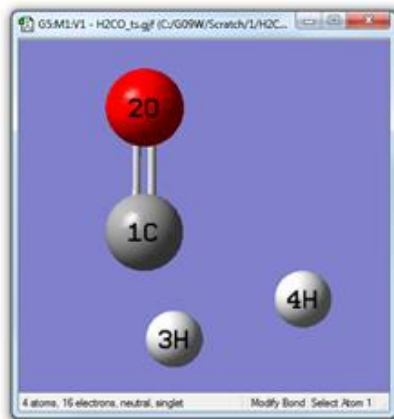

Рис. 8.2. Построение стартовой структуры для расчета переходного состояния
2. Постройте структуру переходного состояния и оптимизируйте её. Переходному состоянию реакции будет соответствовать структура, в которой разрываются связи C-H и начинает образовываться связь H-H. Поэтому для построения стартовой геометрии переходной структуры откройте в программе GaussView *.log-файл, соответствующий оптимизированной структуре формальдегида, и в открытом окне постройте переходное состояние. Для этого в молекуле формальдегида измените длины связей C-H и размеры углов O-C-H до следующих примерных значений (рис. 8.2):